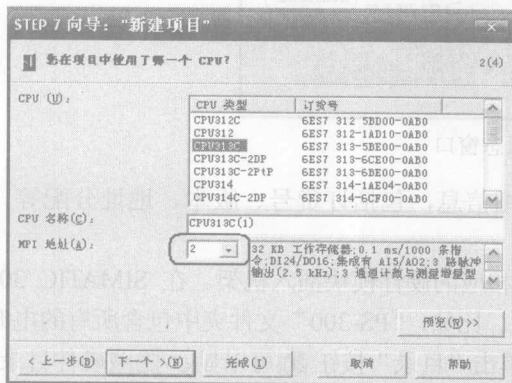

图 1-11 STEP 7 向导窗口 2
(2) 单击“下一个”按钮可以进入下一个窗口。图 1-11 所示为 STEP 7 向导窗口 2，用户可以选择将要使用的 CPU 型号和 MPI（多点接口）地址。如图 1-11 所示，选择 CPU 型号为 CPU 313C，MPI 地址为 2。